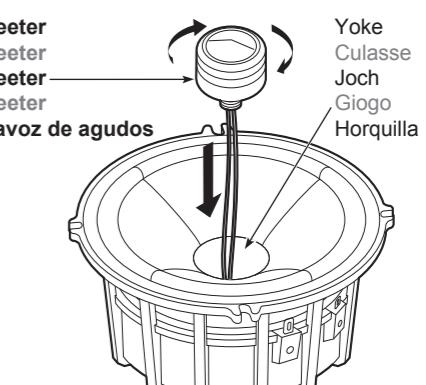

Figure 5 / Figure 5 / Abbildung 5 / figura 5 / Figura 5
2. Pass the tweeter lead wire through the hole in the yoke, then turn the tweeter in the direction of the arrow to fix it firmly in place. (Figure 5)
2. Faites passer le cordon du tweeter par le trou de la culasse, puis tournez le tweeter dans le sens de la flèche pour le fixer solidement en place. (Figure 5)
2. Führen Sie den Tweeter-Leitungsdrat durch das Loch im Joch, und drehen Sie den Tweeter dann in Pfeilrichtung, um ihn zu sichern. (Abbildung 5)